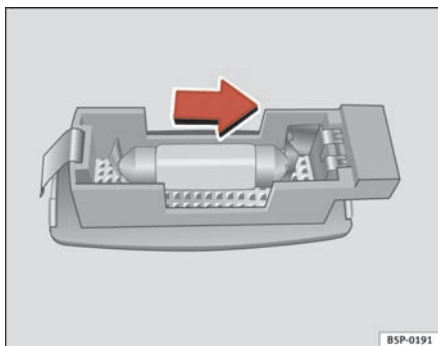

Fig. 197 Sådan tages lampen ud af solskærmen.
- Fjern forsigtigt lampen med en flad skruetrækker som vist på billedet ⇒ fig. 197.
- Tag pæren ud i pilens retning ⇒ fig. 197. ■